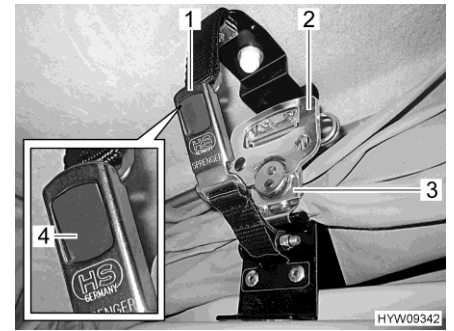

Fig. 62 Dispositif de verrouillage
- Tirer le tendeur rapide (Fig. 62,3) de chaque côté vers le bas et l'accrocher dans la plaque de fixation.
- Déplier la poignée (Fig. 62,2) de chaque tendeur rapide et la faire tourner d'un demi-tour dans le sens des aiguilles d'une montre.
- Emboîter les deux pièces de la houssette (Fig. 62,1). Le bouton-poussoir gris (Fig. 62,4) s'enclenche.